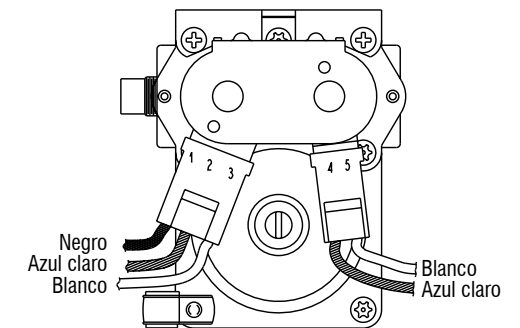

Figura 13: Medición de resistencia de la válvula de gas.
- Use un ohmímetro para determinar si una bobina de la válvula de gas no funciona bien. Retire los enchufes del mazo de cables. Mida la resistencia entre terminales (consulte la Figura 13). Las lecturas deben coincidir con las que aparecen en la siguiente tabla. De lo contrario, reemplace las bobinas.